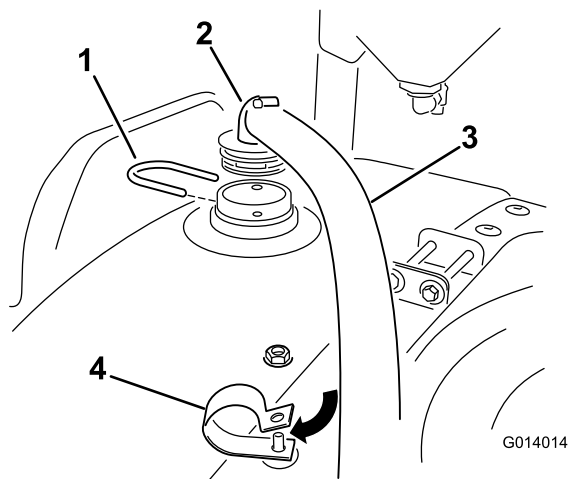

図 23
1. 90度フィッティングのついたホースの端部を、先ほど作ったバルクヘッドの上部(タンク前部)に取り付ける(図 23)。
2. 図 23 のようにフォークでタンクに固定する。
3. ホースのもう一方の端部をRクランプに通してエダクタまで引き込む。R クランプのボルトにロックナットを取り付けて指締め（仮止め）しておく（図 23）。これによって、この先の調整ができるようになる。